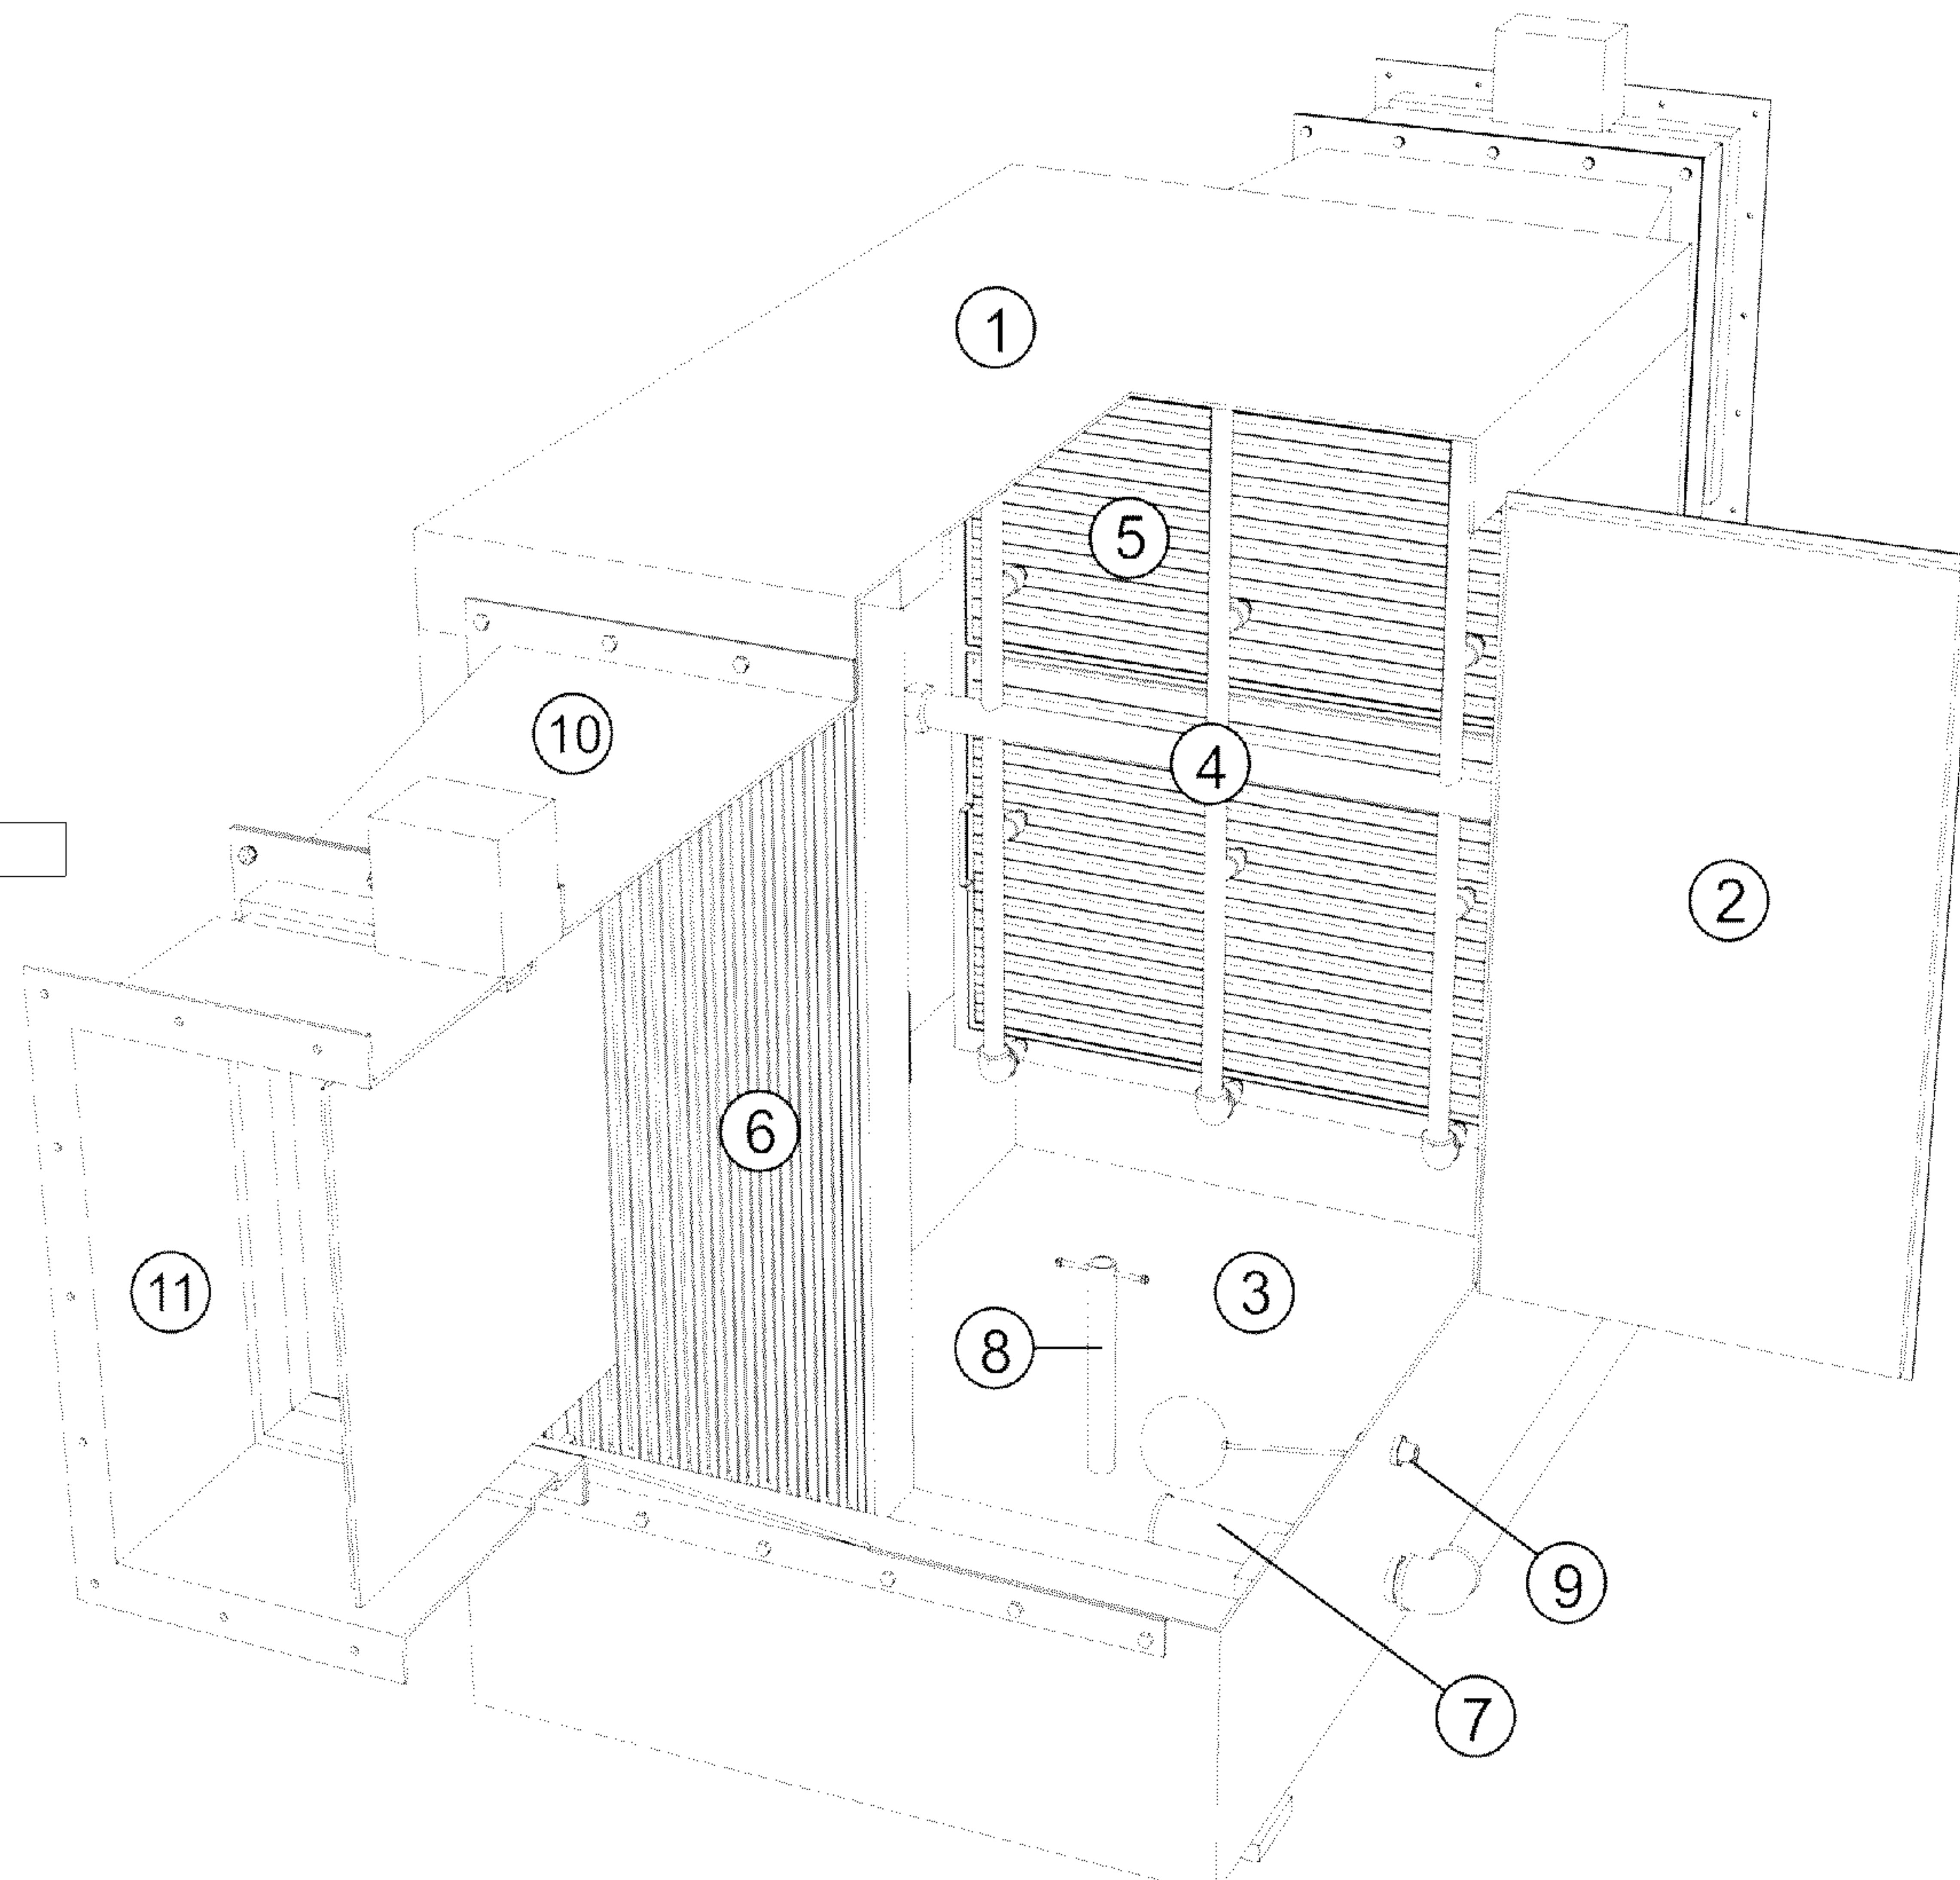

Рис. 3. Устройство гидрофильтра
6. Установите лабиринтные фильтров (поз. 4, рис. 3) в ячейки. По очереди каждый фильтр заносится в камеру и размещается в своей ячейке. Вес каждого лабиринтного фильтра около 25кг.
8. Установите душирующего устройства (поз. 5, рис. 3). Форсунки должны быть направлены навстречу воздушному потоку.
9. Установка сетчатого фильтра (поз. 6, рис. 3).